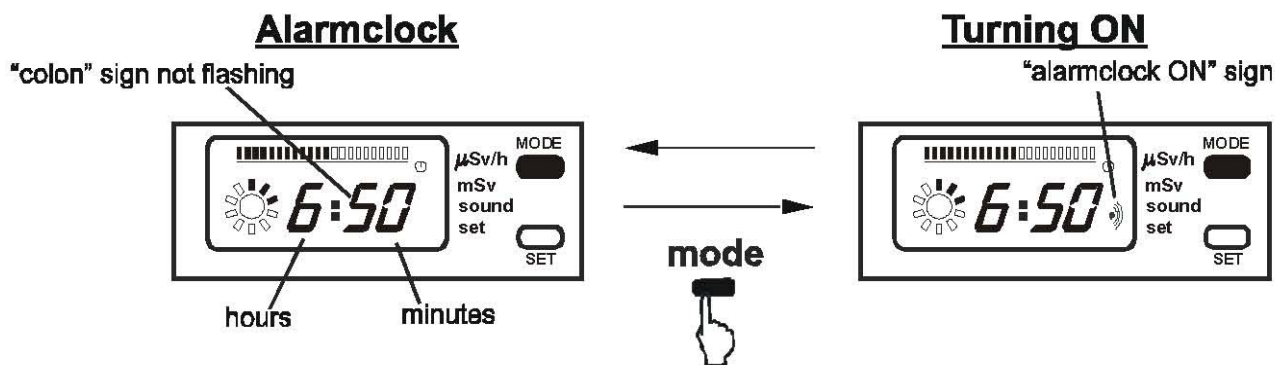

Fig. 7
Para activar el reloj de alarma (ON), presione una vez la tecla "mode" cuando el indicador de la alarma se encuentre en la pantalla, apareciendo el símbolo correspondiente (imagen 7). La señal de alarma sonará en el tiempo preseleccionado. Para desactivar el reloj de alarma (OFF) es necesario presionar otra vez la tecla "mode".